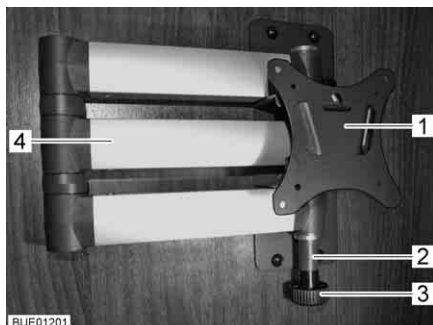

Fig. 86 Supporto con braccio snodato
- Tirare il bottone di sbloccaggio (Fig. 86,3). Il braccio snodato (Fig. 86,4) è sbloccato.
- Ruotare lo schermo piatto all'indietro nella sua posizione iniziale, finché il supporto (Fig. 86,1) non si innesta nel bloccaggio (Fig. 86,2).